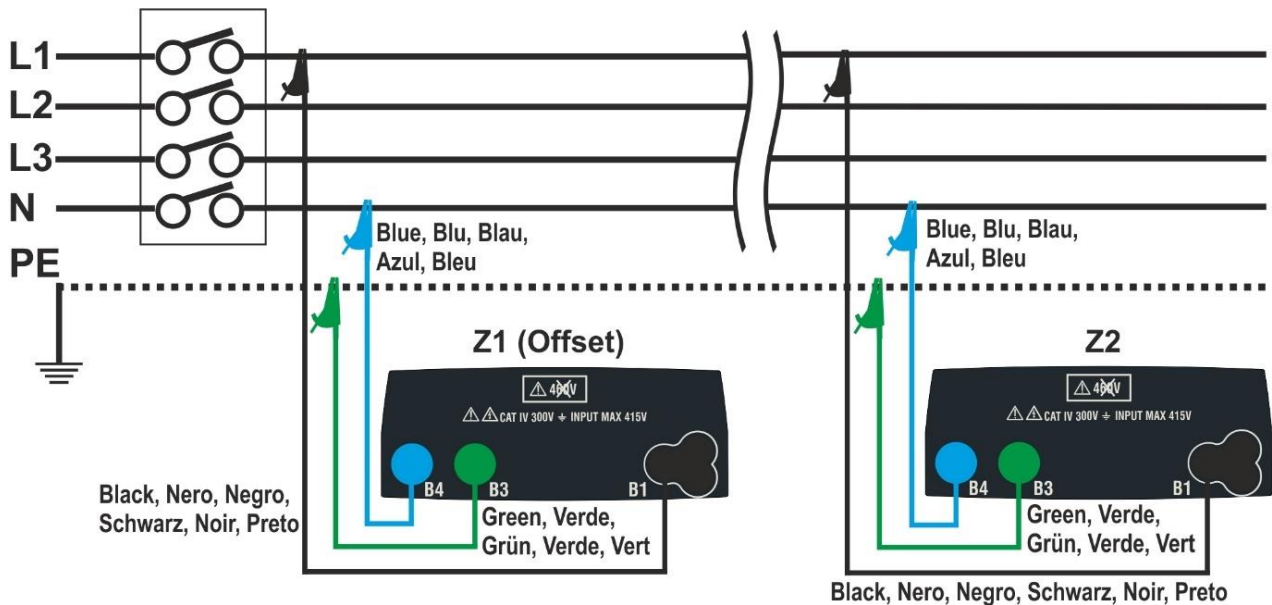
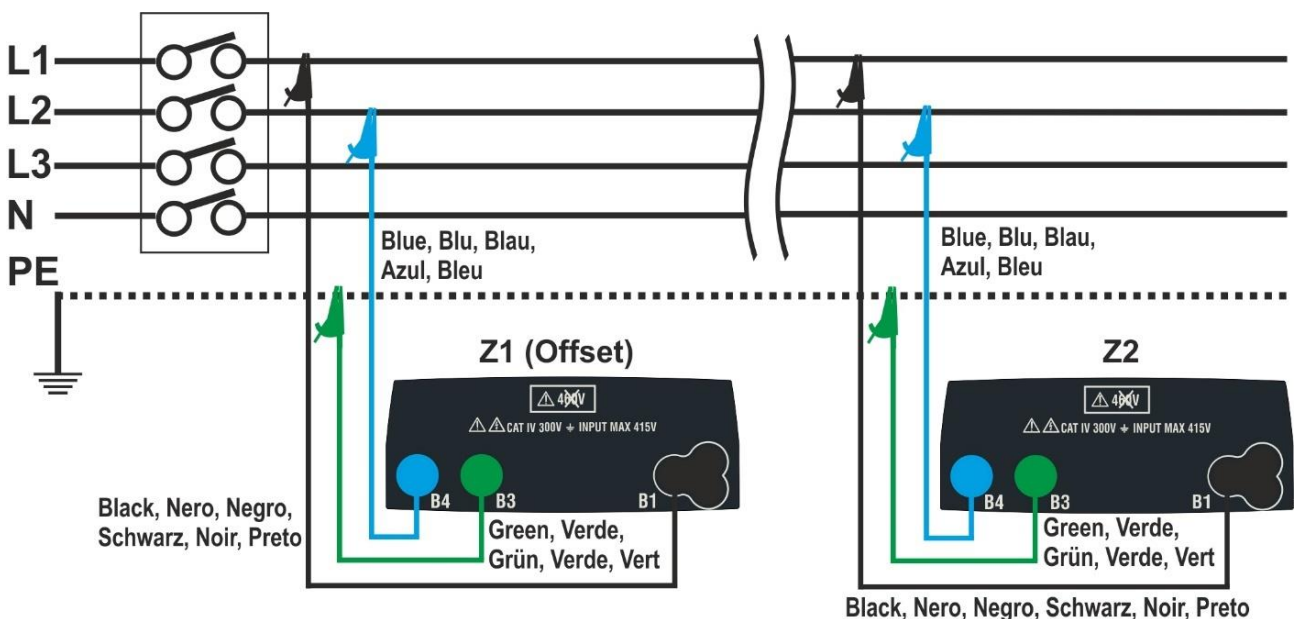

Fig.33: Tilslutning for måling af L-N-spændingsfald
Fig. 34: Tilslutning for måling af L-L-spændingsfald
4. Skift til fx. **L-L** og tilslut prøveledninger til det initiale punkt i lysnettet, der skal testes (typisk ved nedstrøm for RCD'en) se Fig 33 og Fig 34 Udfør nu den første **Z1 -impedansmåling**. I dette tilfælde måles den nulstillede impedans opstrøms for det initiale punkt, idet denne tages som en start reference. Følgende (der refereres til L-L-måling) vises på displayet.
Tilslut nu til det sidste punkt i lysnettet, se Fig. 33 eller Fig. 34 for at måle **Z2-impedansen**. Bemærk den tidligere målte Z1-værdi (Forskydning), der vises.